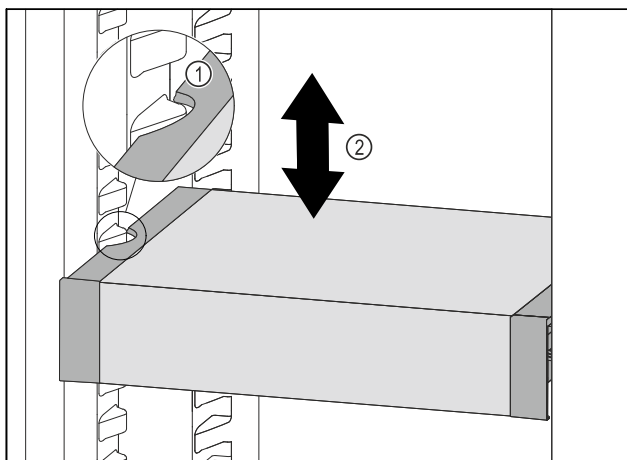

Fig. 202
- Tirer le VarioSafe vers l'avant jusqu'à ce que les encoches latérales du VarioSafe soient à la hauteur de la nervure du bac dans la partie réfrigérateur. Fig. 202 (1)
- Déplacer le VarioSafe vers le haut ou vers le bas dans la partie réfrigérateur jusqu'à ce que la hauteur souhaitée soit atteinte. Fig. 202 (2)